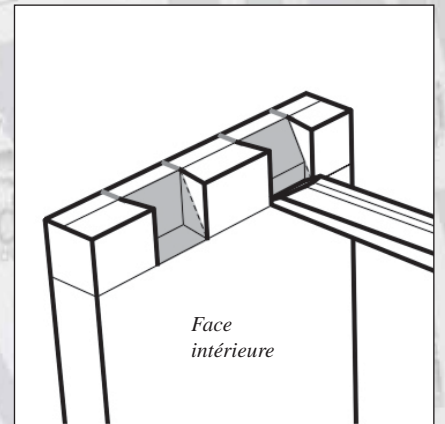

FIGURE 27 : Travail au ciseau des queues femelles.
8. Tombez l'entre queue avec un ciseau bien affûté en réalisant des coupes alternées. Commencez en travaillant en travers du fil, puis faites tomber les copeaux dans le sens du fil. Les côtés de la paroi, indiqués en gris sur la figure 27 ne sont pas coupés entièrement à la scie et doivent se terminer au ciseau. La précision dans cette partie peut être un peu plus relâchée.